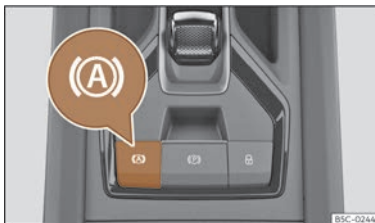

Fig. 156 En la parte inferior de la consola central: tecla de la función Auto Hold.
(A) El testigo de control de la tecla (A) >>> fig. 156 permanece encendido mientras la función Auto Hold está conectada.